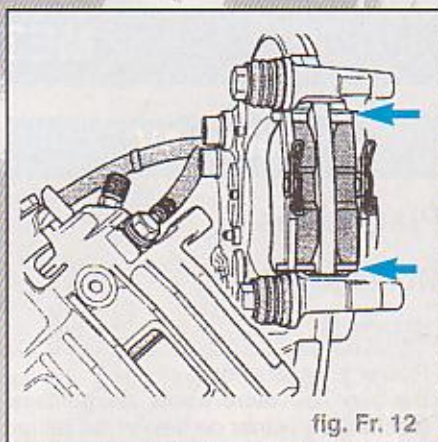

fig. Fr. 12
- Déposer les plaquettes de frein et les ressorts de retenue des plaquettes (flèches) (Fig. Fr. 12).
- Mettre en place les ressorts de retenue des plaquettes (flèches) et les plaquettes dans la chape de frein (Fig. Fr. 12).